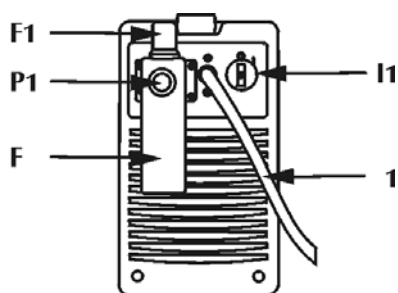

Fig.2
2. Kople forsyningskabeln for trykkluft till luftuttaket P1 på filterhet F (Fig. 2) ved hjelp av en forlengelse på 1/4". Tryket skal garantere minst 5 bar med en minste kapasitet på 200 liter per minutt.
Trykk på tasten for gasstest (T2 i Fig.1) slik at du renser trykkluftskretsen fra eventuelle rester og urenheter, og løft siden og vri på kontrollen for å regulere trykket (F1 i Fig. 2) til et trykk på 5 bar blir indikert på skjerm D2 (utfør operas- jonen ved å holde tasten for gasstest nedtrykt slik at du utfør reguleringen med luftkretsen åpen).